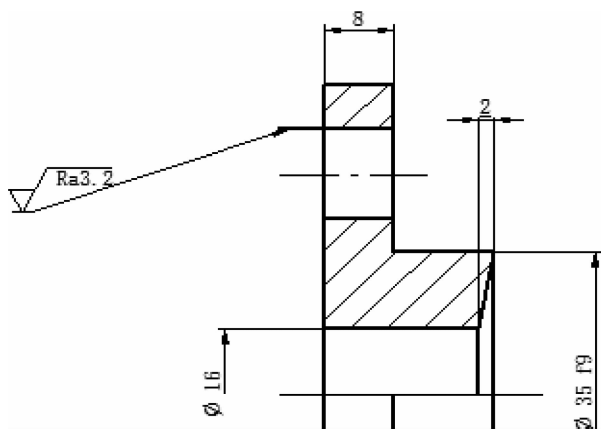

图 9-37 标注表面粗糙度 2
(4) 当标注如图 9-37 所示的边线时，首先需要添加一个【连接线】。单击【主页】选项卡【注释】区域中的 **【连接线】** 按钮，在所在位置添加额外的连接线，然后再标注粗糙度（在合适的位置单击鼠标左键）。